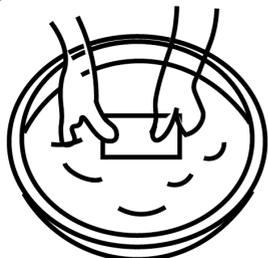

Figure 27
- Lavez soigneusement le filtre dans de l'eau tiède savonneuse, fig. 27.